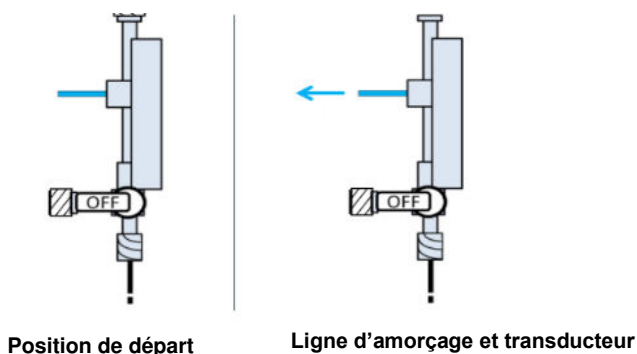

Figure 15 : Amorçage du capteur de pression.
- Amorcez le capteur de pression en vous assurant que la vanne est en position horizontale et tirez sur la languette bleue jusqu'à ce que quelques gouttes de perfusat s'écoulent. Veillez à laisser la vanne blanche en position horizontale. (figure 15).